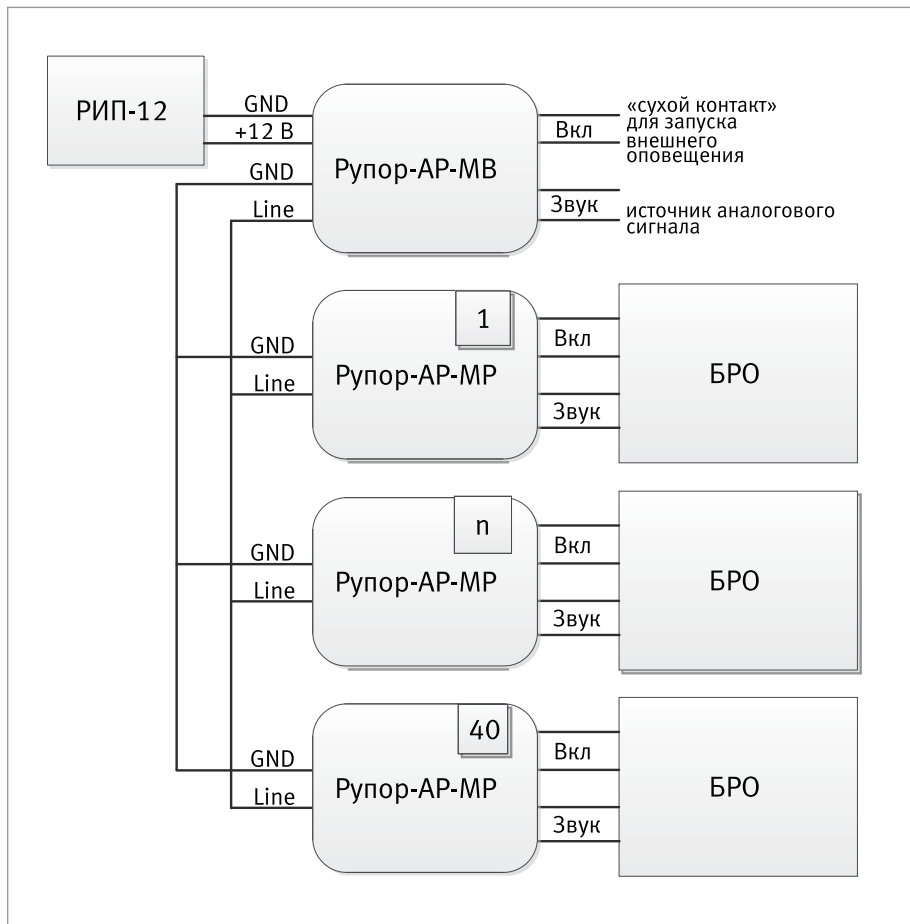

Рисунок 18. Схема внешних соединений комплекта аналоговых расширителей «Рупор-AP»
2. Схема внешних соединений приведена на Рисунок 18.